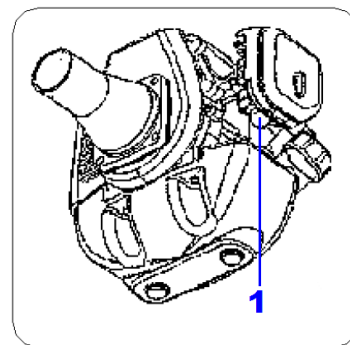

Fig.16
6.1.1- Filtro dell'aria (Fig.16)